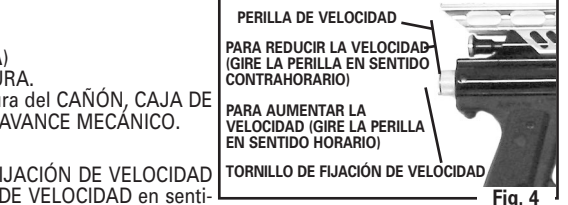

Fig. 4
- Para aumentar la velocidad, afloje el TORNILLO DE FIJACIÓN DE VELOCIDAD 1/2 vuelta con una llave hexagonal y gire la PERILLA DE VELOCIDAD en sentido horario. (Fig. 4)